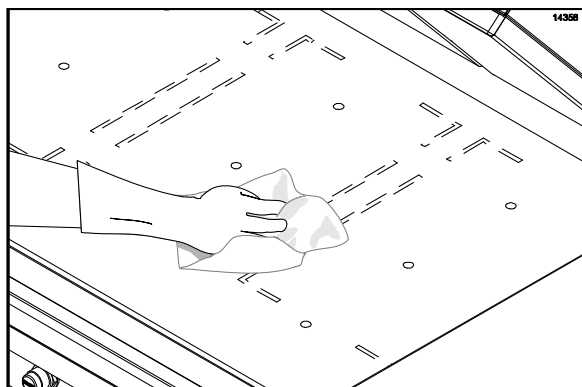

Figure 108
40. Verser une petite quantité d'eau tiède sur un chiffon-gril propre et trempé dans de l'aseptisant en le tenant au-dessus de la surface inférieure du gril ; essuyer les résidus (Cf. Figure 108).